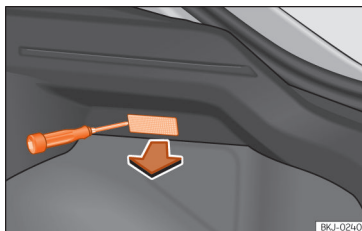

Abb. 64 Gepäckraumleuchte*
- Nehmen Sie das Lampenglas der Glühlampe durch Druck mit einem Schraubenzieher auf dessen Unterseite ab »» **Abb. 64.**